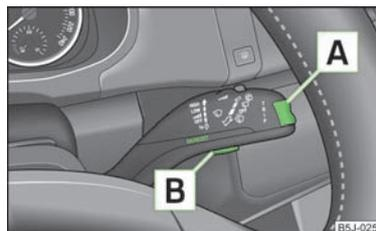

Fig. 7
- Attivare il **Main menu (Menu principale)** tenendo premuto per più di 1 secondo il tasto a bilico **A** » fig. 7.
- Se sul display informativo vengono visualizzate segnalazioni d'allarme, per accedere al menu principale confermare queste segnalazioni con il tasto **B** > fig. 7 sulla leva del tergicristallo per richiamare il menu principale.